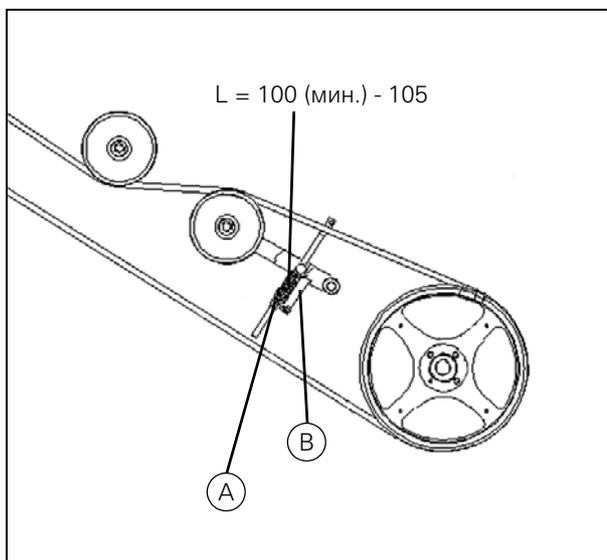

Рисунок 19
5. Отрегулируйте пружину (А) на натяжителе ремня до длины 100 мм и зафиксируйте ее контргайкой. При установке нового ремня пружину можно отрегулировать до 97 мм, так как новый ремень слегка растянется через некоторое время (Рис. 19).